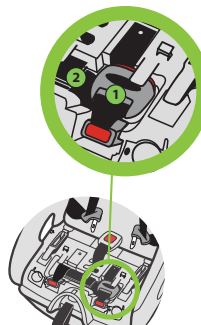

Figure 133
Insérez l'ajusteur DUA (1) dans le renforcement carré se trouvant derrière le connecteur DUA, repliez l'excédent de la ceinture d'attaches DUA (2) et insérez-le sous la languette entre les ajusteurs, tel qu'illustré dans la **Figure 133**.